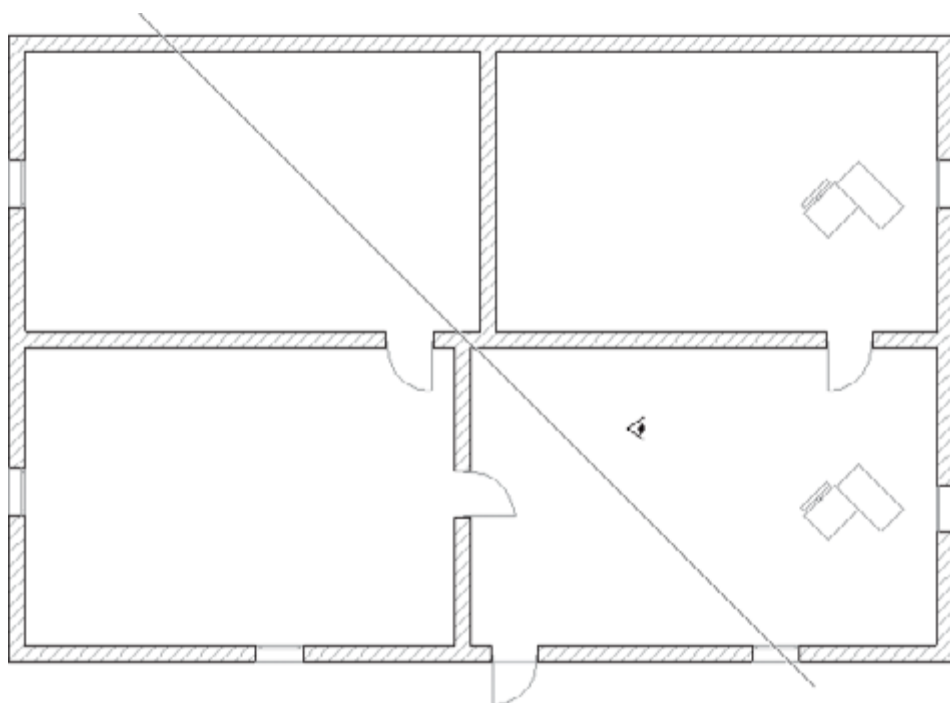

Рис. 11.8. Построение разреза
8. Щелчками кнопкой мыши на плане чертежа укажите две точки прямой, определяющей положение проекции секущей плоскости. Указатель мыши примет форму глаза (рис. 11.8).